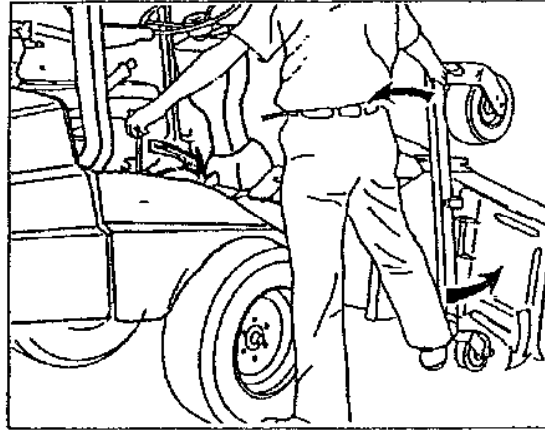

Figure 32
9. Stop the engine. While pushing the Mower forward by foot, lower the Mower without running the engine, Figure 32.
9. Arrêter le moteur. Tout en poussant le châssis de tondeuse vers l'avant avec le pied, abaisser tondeuse sans faire tourner le moteur, Figure 32.